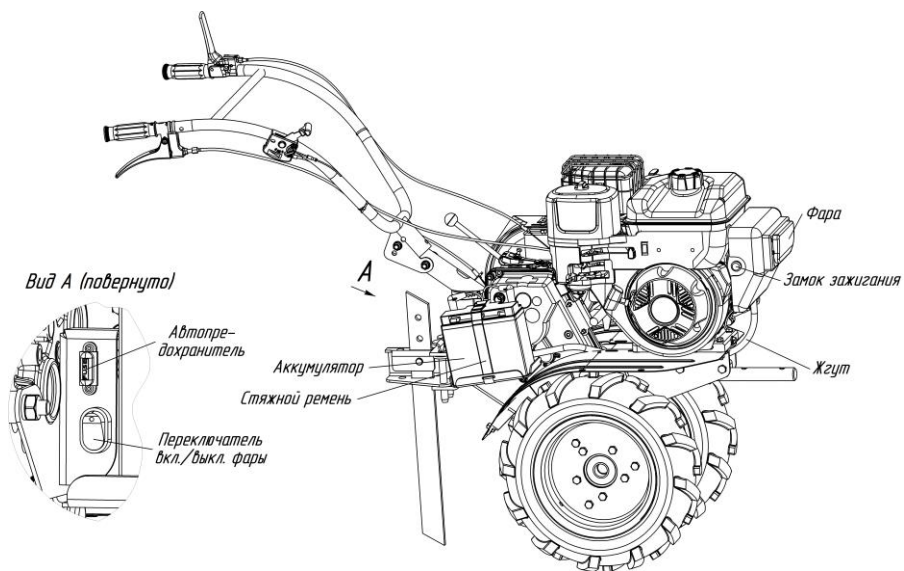

Рис.2. Общий вид мотоблока модификаций МБ23-ФС (вид справа)
**Фара** (только для модификации МБ23-ФС/МБ23-Ф) – устанавливается в передней части мотоблока, предназначена для освещения во время движения. Для включения/выключения света следует нажать на переключатель, установленный на мотоблоке (рис.2, 3).